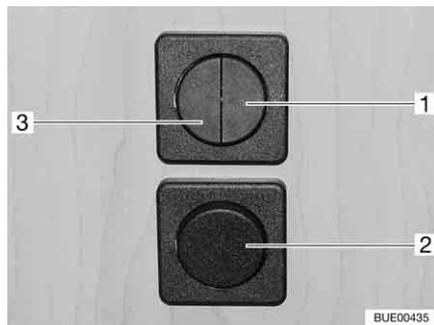
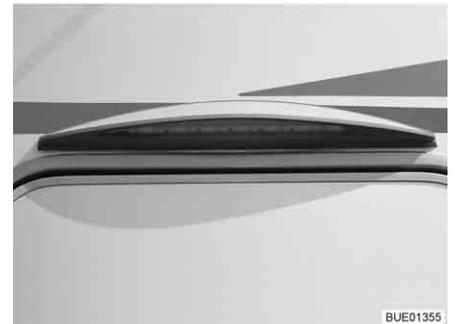

Bild 40 Lichtschalter
Bild 41 Vorzeltleuchte
- Sitzgruppenbeleuchtung (Bild 40,1)
- Vorzeltleuchte (Bild 40,2 und Bild 40,3)
- ▷ Bei Modellen ohne den Lichtschalter (Bild 40,2) wird die Vorzeltleuchte (Bild 41) über den Wippschalter (Bild 40,3) ein- oder ausgeschaltet.